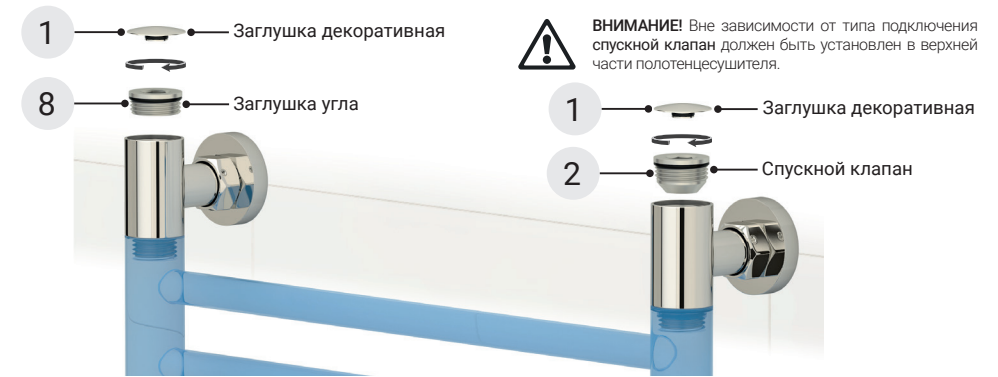

Рис. 11
3.5. В глухие угловые корпуса с помощью шестигранного ключа №12 вкрутите спускной клапан и заглушку угла. Далее установите декоративные заглушки (рис. 11).